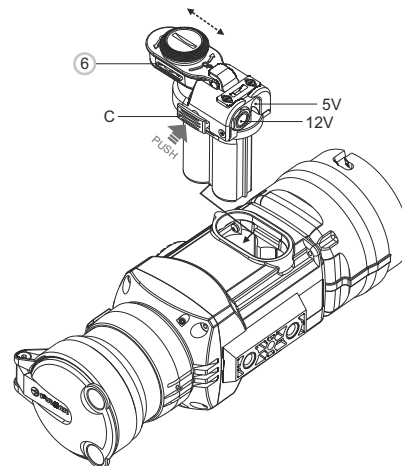

Рис. 3
- Установите переходник внешнего питания в контейнер батарей монокуляра (см.рис.3). Убедитесь в том, что защелки (С) адаптера зашелкнулись с обеих сторон.
- Закрепите крышку (6) на адаптере (см. рис.3).
- Включите прибор кратким нажатием кнопки "ON/OFF" (9).